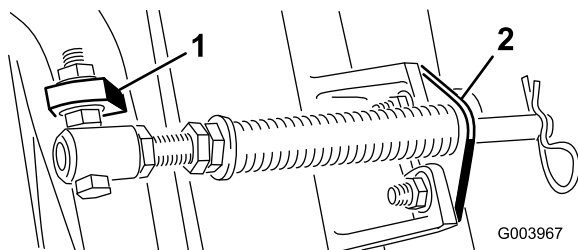

図 5
- C. スプリングチューブのボルトを、反対側のキャリアフレームのタブに取り付け、フランジナットで固定する。図 5 に示すように、ボルトの頭部がタブの外側を向くように取り付けること。
- D. カッティングユニットのタブにロッドブラケットを取り付け、キャリッジボルトとナットで固定する 図 5。